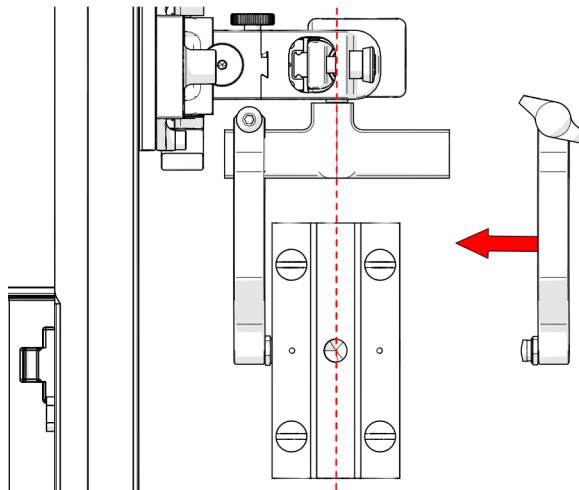

Abbildung 2-106 Entfernen des äußeren Arms
5. Richten Sie die Keilmitte auf die Bügelmitte aus (siehe Abbildung 2-106 auf Seite 117).